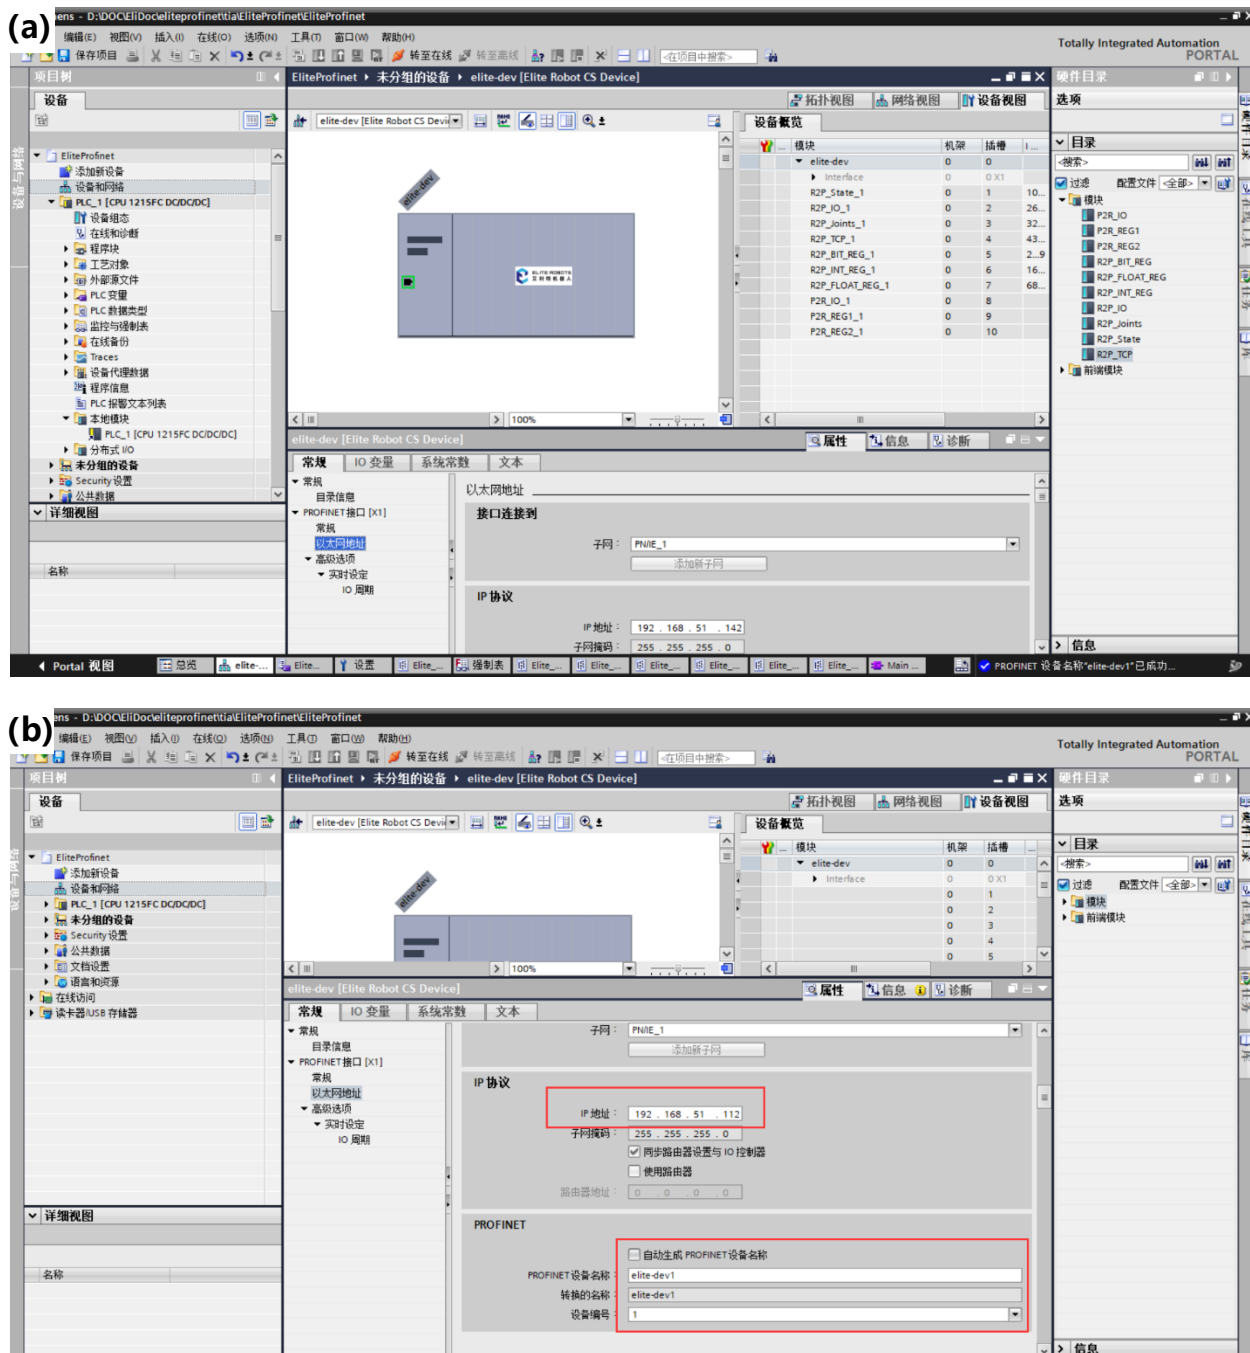

图 15-5 配置 IP 和设备名称
4) 双击 “elite-dev” 去配置 IP 和设备名称，注意此处 IP 应和机器人 FB2 网络 IP 保持一致，如图 15-5 (a) 和图 15-5 (b) 所示。